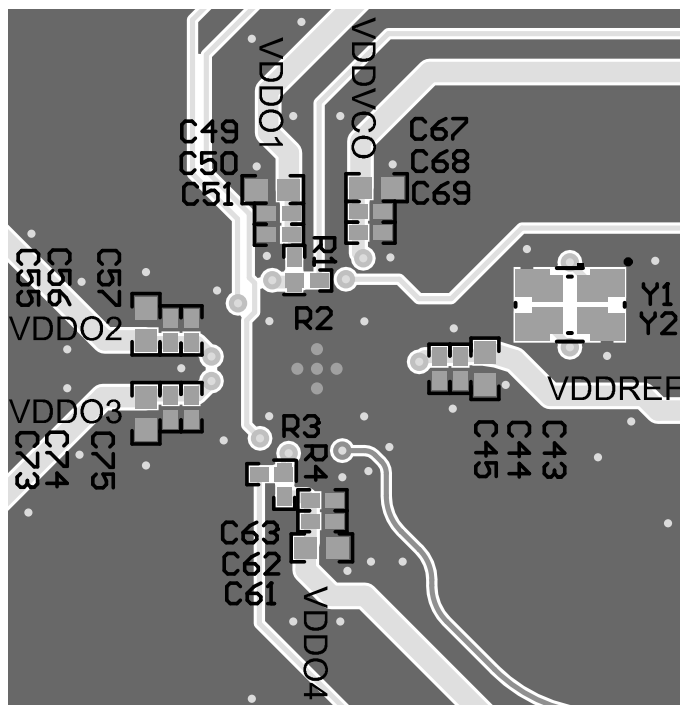

図 11-6. レイアウト例、最下層
- 水晶領域を分離し、水晶パッケージの **GND** パッドを接続して、隣接領域を埋めます。図 11-6 に、複数の水晶振動子サイズをサポートするフット・プリントを示します。
- 電源ピンに非常に近い場所に、容量値の小さいデカップリング・コンデンサを配置します。カップリング・コンデンサは、同じ層の非常に近い場所に配置するか、裏面の層に直接配置するようにします。値がより大きい場合は、より遠くに配置できます。図 11-6 に、デバイスの近くに配置された 3 つのデカップリング・コンデンサを示します。さまざまな周波数ドメインと **VDD_VCO** ドメインを分離するために、フェライト・ビーズを推奨します。